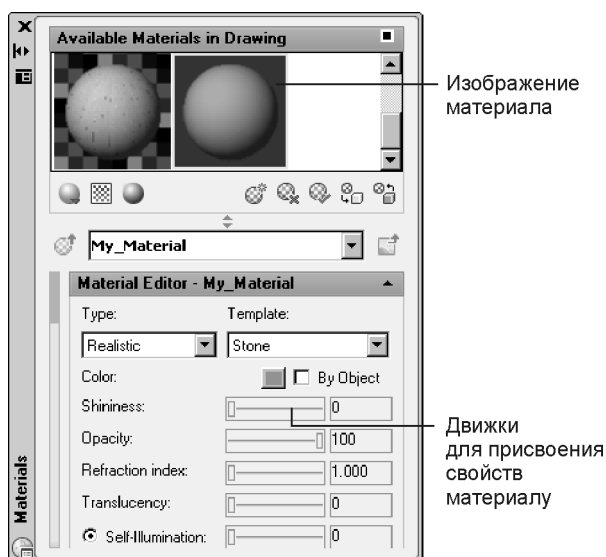

Рис. 13.8. Настройка свойств материала в области движков
8. Перемещая мышью соответствующие движки на палитре, присвойте материалу следующие свойства (рис. 13.8):